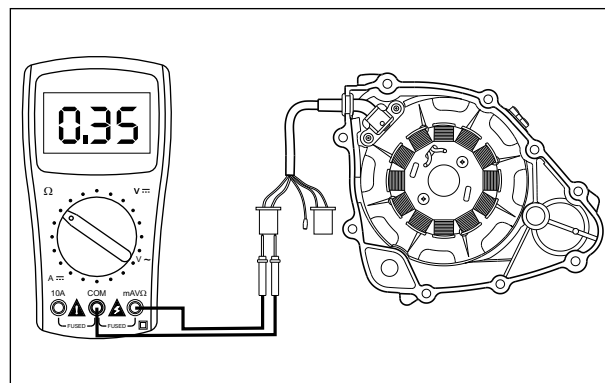

Fig. 5.13
- Conecte o fio positivo "+" do multímetro ao fio amarelo (Y) e o fio negativo "-" ao fio preto da bobina do estator. (Fig. 5.13)